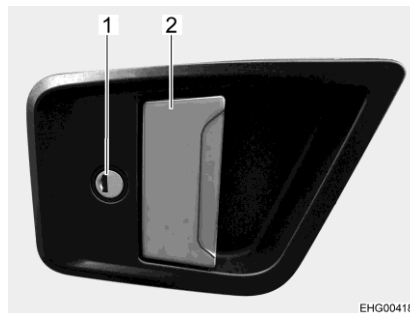

Bild 40 Türschloss (Eingangstür außen)
- Schlüssel in Schließzylinder (Bild 40,1) stecken und drehen, bis das Türschloss entriegelt ist.
- Am Türgriff (Bild 40,2) ziehen. Die Tür ist geöffnet.
- Schlüssel in Schließzylinder (Bild 40,1) stecken und drehen, bis das Türschloss verriegelt ist.